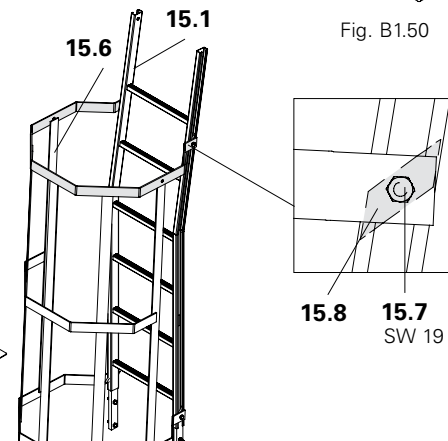

Fig. B.1.52
2. Allentare leggermente la vite M12 x 25 (15.7) (4x) della piastra di fissaggio (15.8), inserire la piastra nel montante della scala, ruotarla e stringere la vite. (Fig. B.1.52)